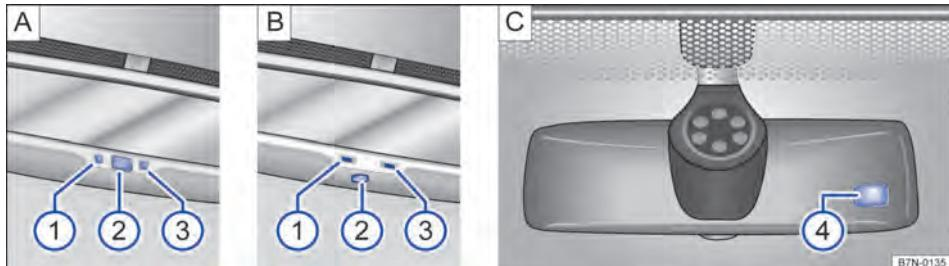

Fig. 89 No para-brisa: espelho retrovisor interno com antifuscante automático.
Legenda para Fig. 89:
- ① Luz de controle.
- ② Interruptor.
- ③ Sensor para reconhecer a incidência de luz por trás.
- ④ Sensor para reconhecer a incidência de luz pela frente.
O antifuscamento automático pode ser ligado e desligado com o interruptor no espelho retrovisor interno ⇒ Fig. 89 [A] ② ou [B] ② Com o antifuscamento automático ligado, a luz de controle ⇒ Fig. 89 [A] ① ou [B] ① acende-se.
- Um sensor no lado que indica para o interior do veículo, que mede a incidência de luz por trás ⇒ Fig. 89 [A] ③ ou [B] ③.
- Um sensor no lado que indica para o para-brisa, que mede a incidência de luz pela frente ⇒ Fig. 89 [C] ④.